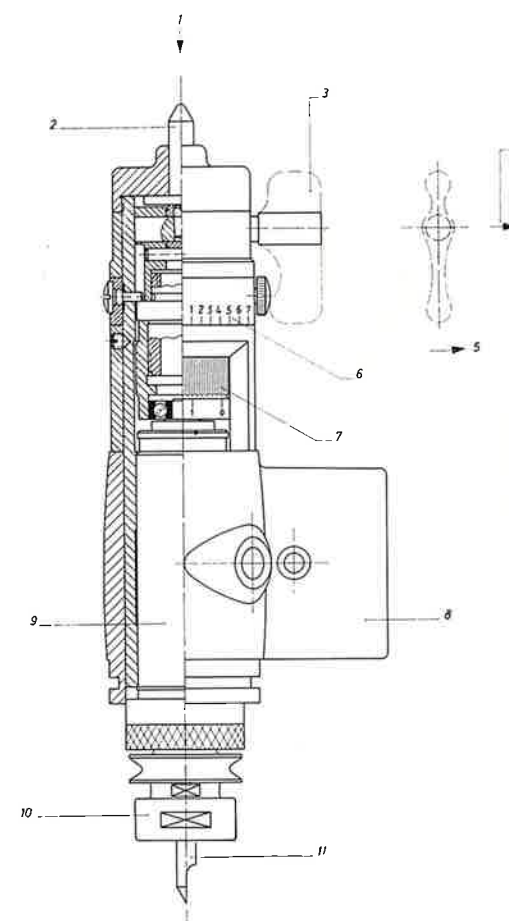

Bild 11 Gravierkopf Gm 0
Der **Gravierkopf** (10) ist das wichtigste Bauelement einer Graviermaschine. Jahrzehntelange Erfahrungen konnten nutzvoll bei seiner sorgfältigen Durchkonstruktion ausgewertet werden. Ausführliche Versuche haben eine kräftige Konstruktion ergeben, die den wechselnden Beanspruchungen gewachsen ist. Die Spindel läuft in spielfreien, ausgewählten Hochgenauigkeits-Kugellagern. Sie ist mit Bajonettverschluß von unten in den Gravierkopf eingesetzt. Der genaue Rundlauf des Gravierfräasers kann für feine Gravuren noch erhöht werden, indem man den Fräser in der Spindel sitzend schleift. **Die Spindeln sind universell austauschbar** (auch für Gm I/1 und Gm IIa/1 passend). Der Gravierkopf (Bild 11) hat vier Verstellmöglichkeiten für den Gravierfräser: